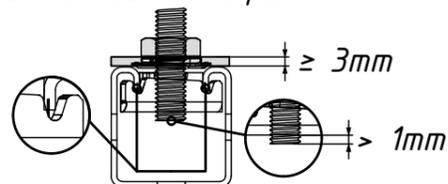

рис.3
3. Монтажные гайки MT-TL/ MT-TL OC закручивать с использованием шпильки, соблюдая условия, показанные на рис. 3, с моментом затяжки равным:
- MT-TL M8 (OC) - 10 Нм;
- MT-TL M10 (OC) - 15 (25) Нм;
- MT-TL M12 (OC) - 30 Нм,
- MT-TL M16 (OC) - 50 Нм;